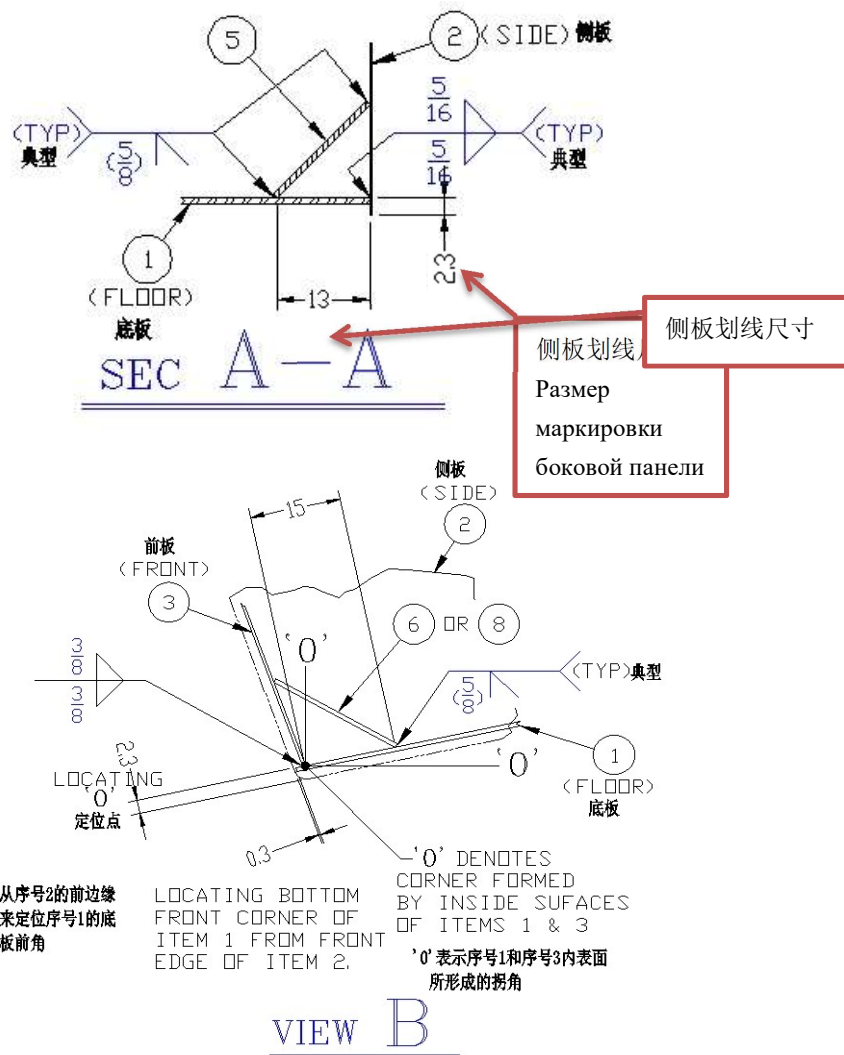

图 12 侧板划线尺寸
(1) 在侧板上画线: 2,3 英寸 (5.842 厘米) (如所示在图 11), 0,3 英寸 (0.762 厘米) (如所示在图 12), 详细情况见。在 URA84294FF 车架节点。每块侧板组装并焊接 4 个限位板, 符合 2,3 英寸 (5.842 厘米) 的标记尺寸 (如所示在图 13)。